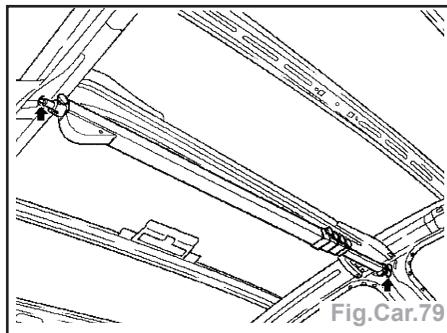

Fig.Car.79
- Mesurer le montant B intérieur (Fig. Car.79) :